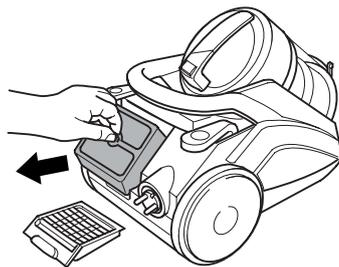

Abb. 34
Der Hygiene-Ausblasfilter (Abb. 34) filtert feinste Partikel aus der ausgeblasenen Luft.
3. Entnehmen Sie den Hygiene-Ausblasfilter an der dafür vorgesehenen Lasche (Abb. 34).